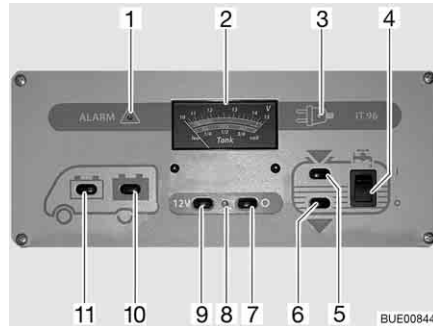

Bild 140 Panel IT 96-2
Der 12-V-Hauptschalter (Bild 140,7 und 9) schaltet das Panel und die 12-V-Versorgung des Wohnraums ein und aus.
**Einschalten:** ■ Schalter (Bild 140,9) drücken "12 V": Die 12-V-Versorgung des Wohnraums ist eingeschaltet. Die Kontroll-Leuchte (Bild 140,8) leuchtet grün.
**Ausschalten:** ■ Schalter (Bild 140,7) drücken "O": Die 12-V-Versorgung des Wohnraums ist ausgeschaltet. Die Kontroll-Leuchte (Bild 140,8) erlischt.
Beim Anzeigeeinstrument V/Tank (Bild 140,2) die obere Skala beachten. Das Anzeigeeinstrument wird automatisch beleuchtet, sobald ein Schalter gedrückt wird.
- Schalter (Bild 140,11) drücken "☰": Die Batteriespannung der Starterbatterie wird angezeigt.
- Schalter (Bild 140,10) drücken "☰": Die Batteriespannung der Wohnraumbatterie wird angezeigt.
Beim Anzeigeeinstrument V/Tank (Bild 140,2) die untere Skala beachten. Das Anzeigeeinstrument wird automatisch beleuchtet, sobald ein Schalter gedrückt wird.
- Schalter (Bild 140,5) drücken "": Die Wassermenge wird angezeigt.
- Schalter (Bild 140,6) drücken "": Die Abwassermenge wird angezeigt.
- Wippschalter (Bild 140,4) oben drücken "I": Die Wasserversorgung ist eingeschaltet.
- Wippschalter (Bild 140,4) unten drücken "O": Die Wasserversorgung ist ausgeschaltet.
Die rote Warnleuchte "ALARM" (Bild 140,1) blinkt, sobald die Spannung der Wohnraumbatterie 11 V (Messung im laufenden Betrieb) unterschreitet und damit Tiefentladung droht.
Die 12-V-Kontroll-Leuchte (Bild 140,8) leuchtet, wenn der 12-V-Hauptschalter (Bild 140,9) eingeschaltet ist.
Die gelbe 230-V-Kontroll-Leuchte (Bild 140,3) leuchtet, wenn am Eingang des Elektroblocs Netzspannung vorhanden ist.